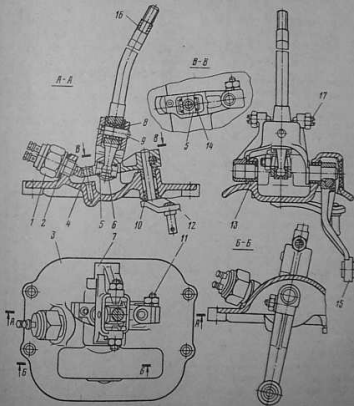
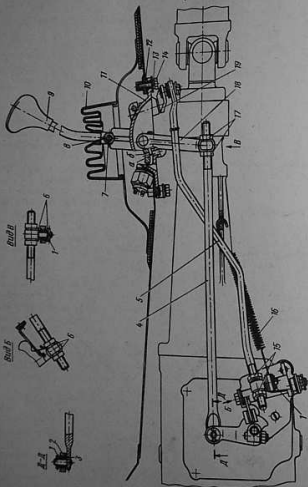

Рис. 62. Механизм управления коробкой передач.
Рис. 63. Установка механизма управления коробкой передач.
Коробкой передач управляют с помощью рычага 6 (рис. 62), смонтированного на напольном механизме управления. Последний имеет два выходных рычага 18 (рис. 63) и 19, соединенных тягами с рычагами механизма переключения.
1. Отвернуть рукоятку 9 (см. рис. 63) рычага управления и снять с кожуха чехол 10. Снять кожух механизма с туннеля пола. Отсоединить провода от выключателя света заднего хода.